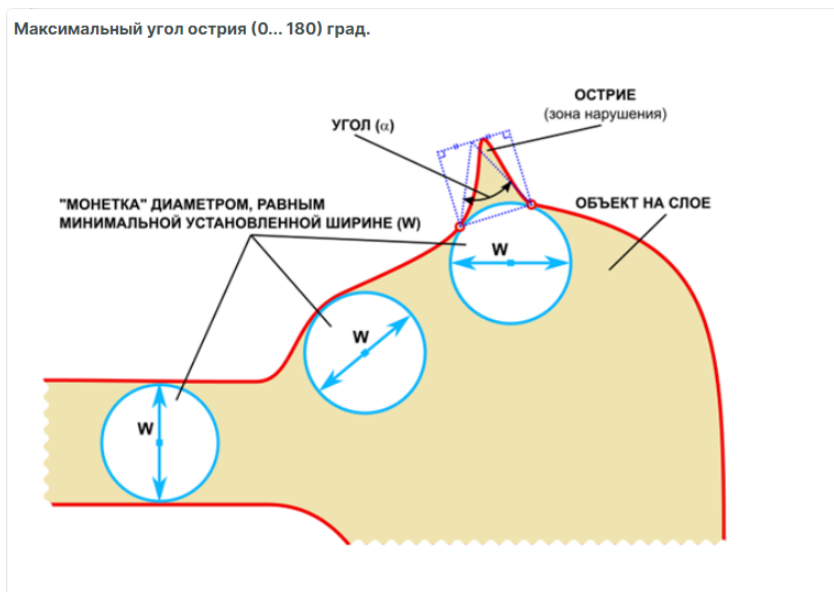

Рис. 504 Максимальный угол острия
- максимального заданного угла острия (0° – 180°) для всех элементов, расположенных на выбранных слоях печатной платы, см. Рис. 504;